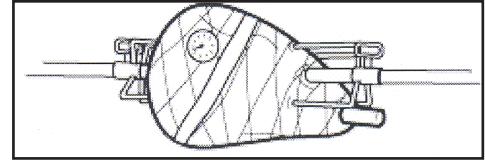

Fig. 16
**Para el jamón o asados:** Mete la punta del termómetro en el centro de la sección más pesada de la carne. (Fig. 16)